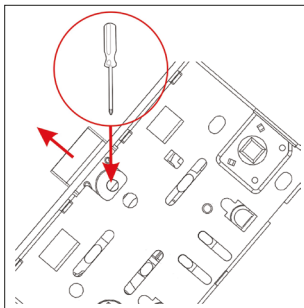

Рис. 2
2. Произвести при необходимости смену направления засова-защёлки (рис. 2).